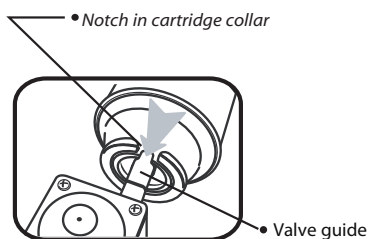

fig. 2
1. Vérifiez que le bouton de commande (8) est réglé sur "●" en le tournant dans le sens des aiguilles d'une montre et que le levier de la cartouche (6) est réglé sur "UNLOCK".
2. Ouvrez le couvercle de la cartouche (2) et insérez la tête de la cartouche d'abord en avant avec l'encoche vers le haut (Fig.2).